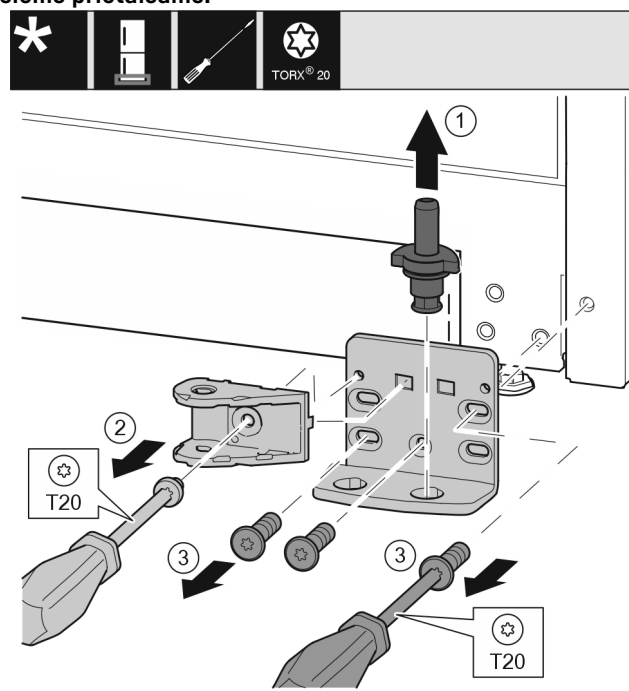

Fig. 34 \*
- ▶ Visiškai ištraukite atraminius varžtus į viršų. Fig. 34 (1)\*
- ▶ Išsukite varžtą atsuktuvu T20 ir nuimkite uždarymo amortizatoriaus jungtį. Fig. 34 (2)
- ▶ Išsukite varžtus atsuktuvu T20 ir nuimkite atraminę gembę. Fig. 34 (3)\*